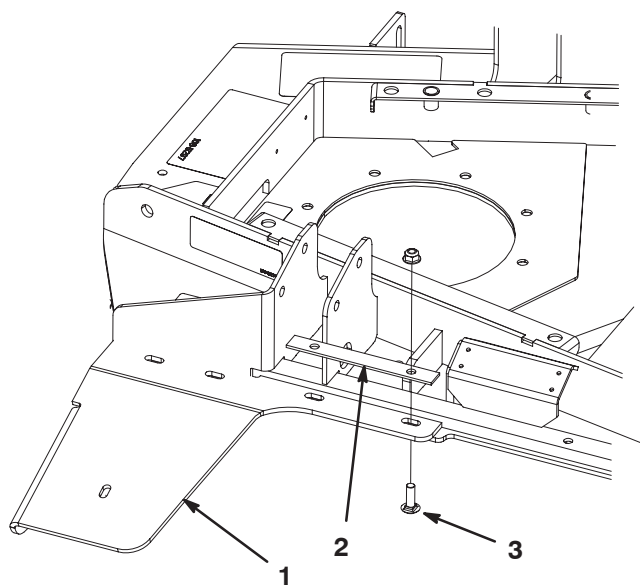

Figura 1
1. Monte el deflector de caucho en la esquina izquierda trasera de la unidad de corte con una pletina de sujeción, 2 pernos de cuello cuadrado de 5/16 x 1 pulg. y 2 tuercas con arandela prensada. Posicione el deflector según muestra la figura 1.